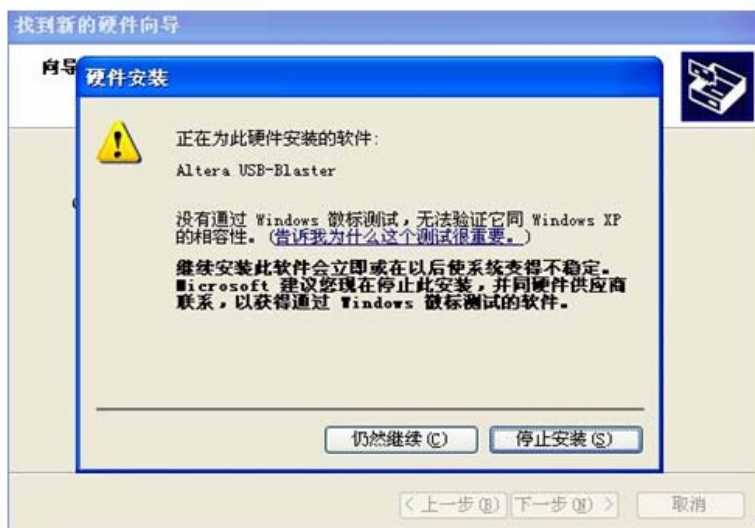

图 4-6 安装驱动第四步
6. 此时系统会安装驱动程序，稍等片刻，系统会弹出图 4-6 所示的提示对话框（由于该驱动程序未经过微软的徽标测试），此时点击【仍然继续】，继续安装驱动。